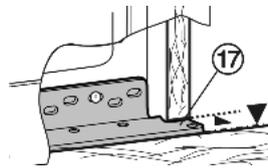

Fig. 27
- ▶ Spingere l'apparecchio nella nicchia, finché il blocco di supporto Fig. 27 (17) inferiore non si arresta contro la parete frontale del fianco del mobile
- ▶ Il gruppo di supporto Fig. 27 (17) appoggia sul fondo della nicchia.